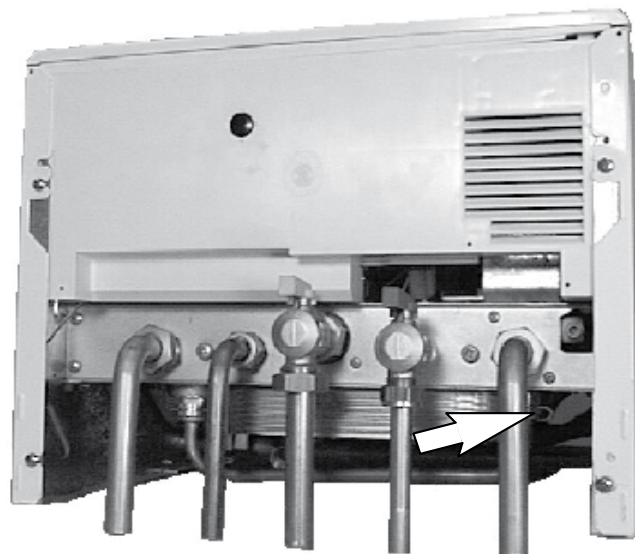

рис. 5.4
- Присоедините трубку от предохранительного клапана к канализационной трубе для безопасного слива воды рис. 5.4 .